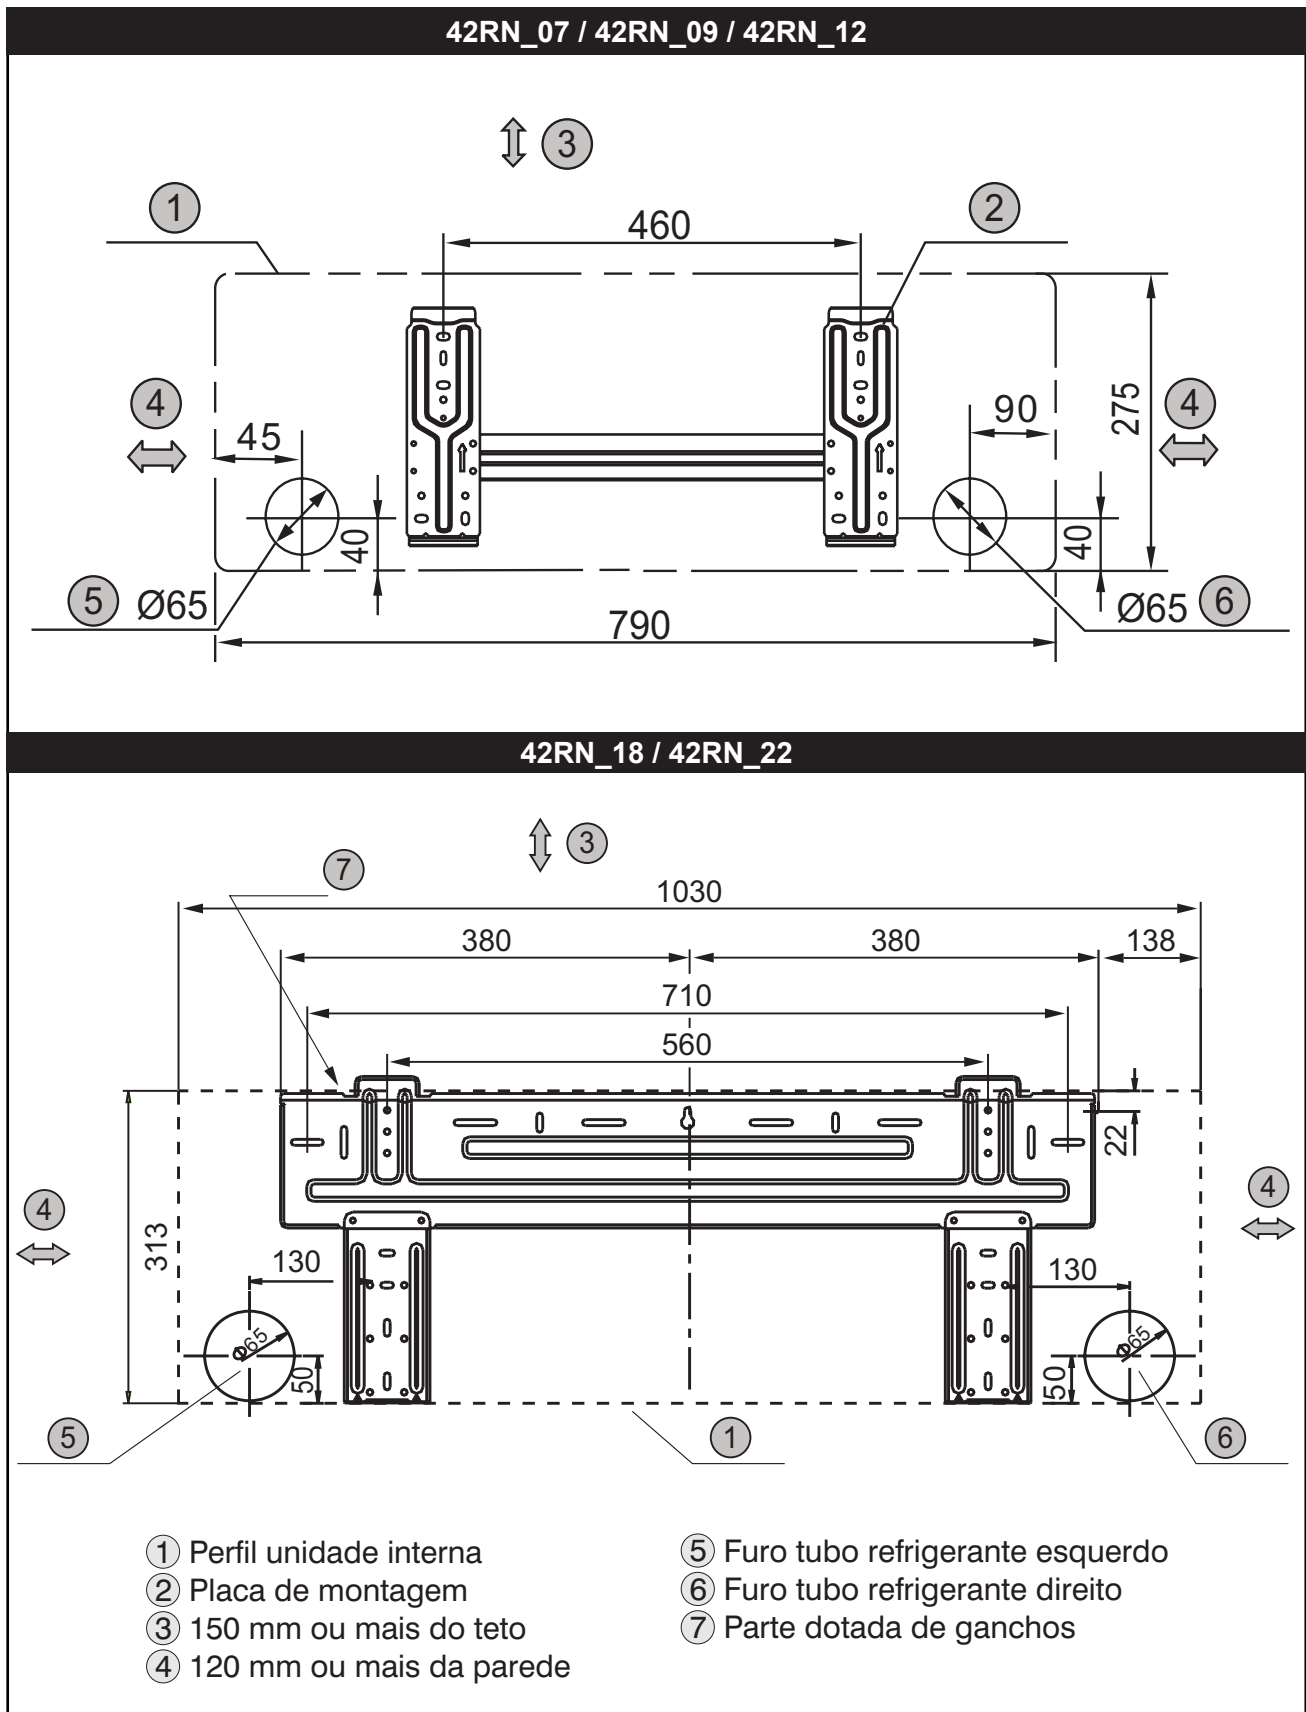

FIGURA 21 - PLACAS DE MONTAGEM
Veja na figura 21 as dimensões para furação do dreno conforme cada capacidade.
- Fixe o suporte à parede com parafusos auto-atarraxantes através dos furos próximos à borda externa dele como mostrado na figura 21 (Coloque parafusos em todos os furos superiores).